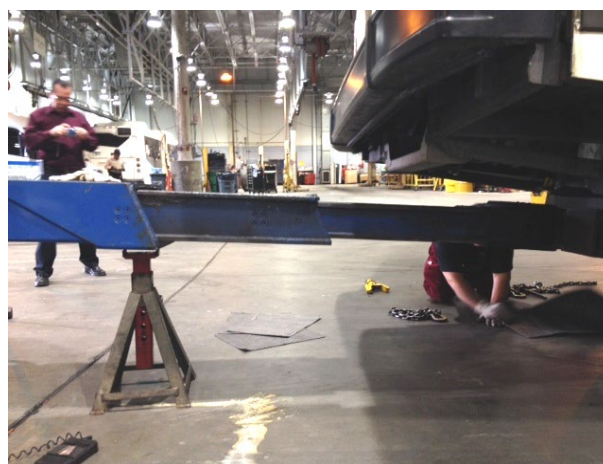

FIGURE 64
10. Installer les chaînes de retenue. Attacher deux chaînes ensemble pour fixer les longerons à la barre de remorquage. (Figure 64 et Figure 65). Reprendre tout le jeu dans les chaînes et appliquer une bonne tension sur celles-ci.